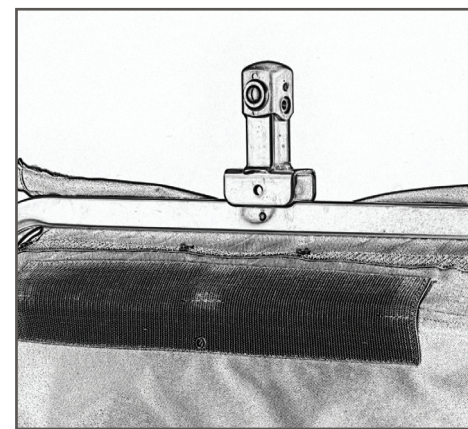

図30
3. ストローラー・ホイール・マウンティング・ホールを前面フレーム・チューブの中央に配置します(図30)。